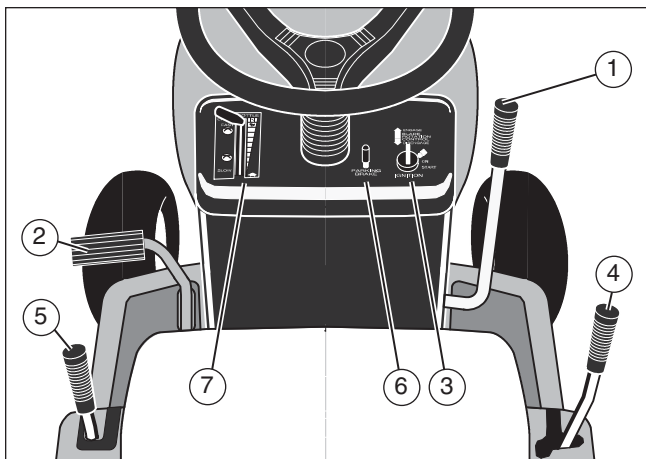

Figura 5
Comando della rotazione della lama (1): usare il comando della rotazione della lama per avviare e fermare la rotazione della lama (**Figura 5**).
Usare il comando della valvola a farfalla (7) per aumentare o diminuire la velocità del motore (**Figura 5**).
Usare il comando della rotazione della lama (1) per innestare la lama (o lame) (**Figura 5**).
1. Prima di avviare il motore, verificare che il comando della rotazione della lama (1) sia nella posizione DISINNESTATO..
2. Spostare il comando della rotazione della lama (1) nella posizione INNESTATO per ruotare la lama (o lame).
3. Spostare il comando di rotazione della lama (1) sulla posizione DISINNESTATO per fermare la lama (o lame). Prima di lasciare la posizione di operatore, verificare che la lama o lame abbiano interrotto la rotazione.
4. Prima di attraversare un marciapiede o una strada, spostare il comando di rotazione della lama (1) sulla posizione (DISINNESTATO).
1. Premere a fondo il pedale della frizione/freno (2) per fermare l'unità. Mantenere il piede sul pedale (Figura 5).
2. Spostare la leva del comando della valvola a farfalla (7) sulla posizione LENTO.
3. Per andare in avanti, spostare la leva del cambio (4) nella posizione per la marcia in avanti. Per andare indietro, spostare la leva del cambio (4) sulla retromarcia.
4. Lasciare andare lentamente il pedale della frizione/freno (2). Non mantenere il piede sul pedale.
5. Spostare il comando della valvola a farfalla (7) sulla posizione VELOCE.
1. Premere a fondo il pedale della frizione/freno (2) (Figura 5).
2. Alzare la leva del freno a mano (6).
4. Per togliere il freno a mano, premere a fondo il pedale della frizione/freno (2). Il freno a mano verrà rilasciato automaticamente.
Per cambiare l'altezza di taglio, alzare o abbassare la leva di sollevamento (5) nel modo seguente (Figura 5).
1. Spostare la leva di sollevamento (5) in avanti per abbassare l'alloggiamento del tagliaerba e all'indietro per alzare l'alloggiamento del tagliaerba.
2. Quando si attraversa un marciapiede o una strada, spostare la leva di sollevamento (5) sulla posizione più alta e spostare il comando di rotazione della lama sulla posizione DISINNESTO.
1. Premere a fondo il pedale della frizione/freno (2) per fermare l'unità. Tenere il piede sul pedale (Figura 5).
2. Spostare il comando di rotazione della lama (1) sulla posizione DISINNESTO.
3. Mettere la leva del cambio (4) in FOLLE.
4. Mettere il freno a mano (6).